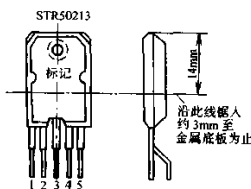

图 5-81 厚膜集成电路 STR50213 切割方法示意图
在距 STR50213 或 STR51213 顶端 14mm 处，如图 5-81 所示，用钢锯条沿水平方向向下锯约 3mm 深左右，直锯至金属底板为止。此时，如用万用表测量其②、③、④脚之间的电阻呈无穷大，说明已将击穿的开关管与电路隔离开了，只要选用一只合适的大功率管，例如 BU508A、2SD1402、2SD1403 等型管，用导线将其的 E、B、C 各电极分别连接于厚膜块的④、②、③脚即可。